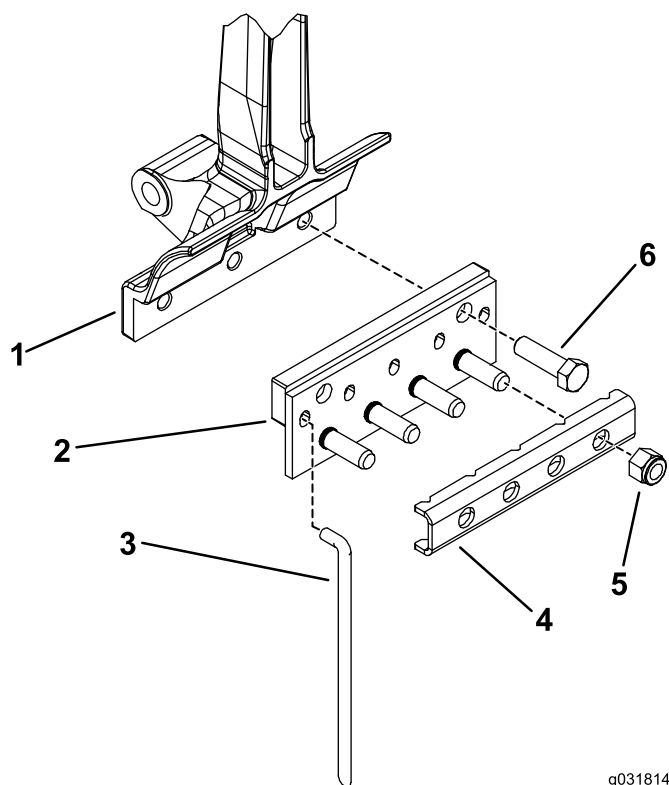

Рисунок 3
1. Вставьте игольчатые зубья в отверстия в держателе зубьев (Рисунок 3).
2. Наденьте держатель зубьев на монтажные штифты (Рисунок 3).
3. Используйте 4 контргайки, чтобы прикрепить зажим к держателю зубьев (Рисунок 3).
5. Используйте два болта (1/2 x 1-3/4 дюйма), чтобы прикрепить держатели зубьев к рычагам зубьев (Рисунок 3).